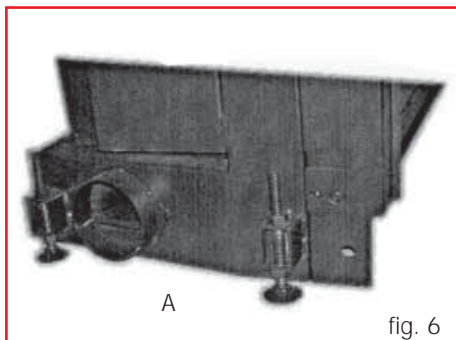

fig. 6
CRISTAL puede ser montada sólo en lugares donde exista suficiente alimentación de aire para la combustión. Para que la chimenea pueda funcionar correctamente es esencial que llegue aire de combustión al hogar a través de un tubo hasta las oportunas tomas previstas en las partes laterales y detrás de la chimenea. Se suministra una junta (A) del diámetro de 12,5 cm para aplicar a la toma que se quiere utilizar (fig. 6).